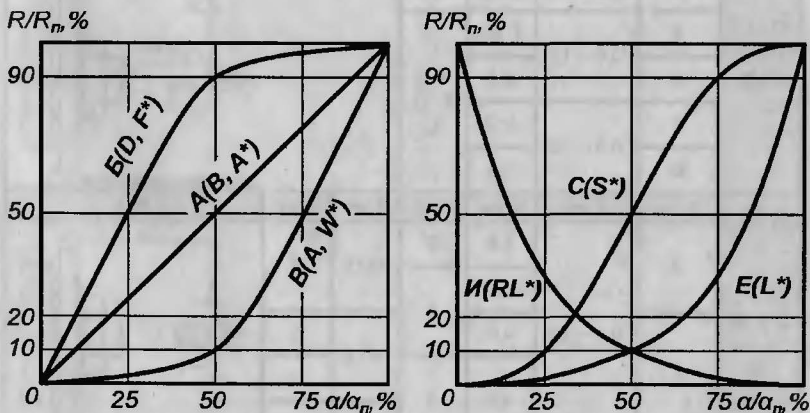

Рис. 1.1. Графики зависимости сопротивления от угла поворота
**ПЯТЫЙ ЭЛЕМЕНТ (буква)** обозначает зависимость сопротивления переменного резистора от положения подвижного контакта (рис. 1.1).
**СЕДЬМОЙ ЭЛЕМЕНТ (буква)** обозначает характеристику регулировки (см. рис. 1.1).